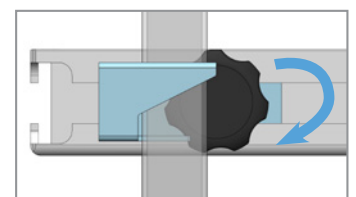

Bild Nr. 8
2. Die Klammer mit dem Fuß vom höheren Bühnenelement verbinden und mit Handrad festschrauben (Bild Nr. 8).